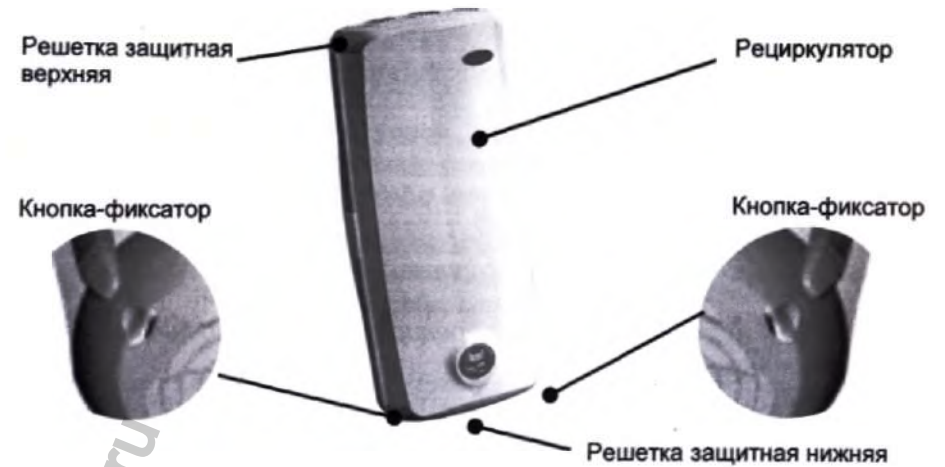
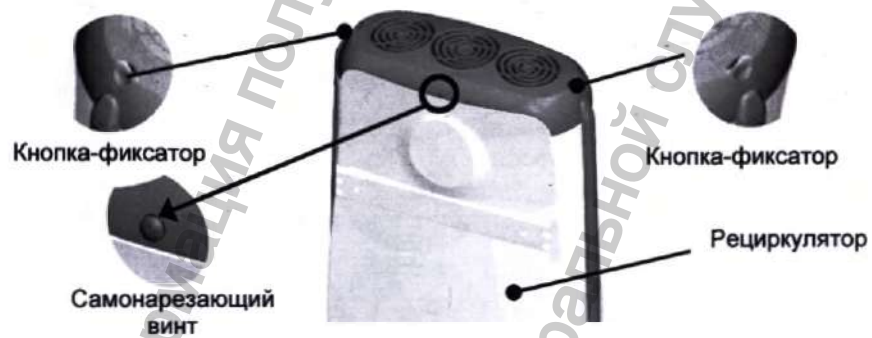

Рис.3
Рис. 5
- Снять нижнюю защитную решетку, одновременно нажав кнопки-фиксаторы (рис.3).
- Установить, нажатием до «щелчка», нижнюю защитную решетку на рециркулятор (рис.3).
- Снять нижнюю защитную решетку, одновременно нажав кнопки-фиксаторы (рис. 3).
- Установить нижнюю (с фильтром) (рис.3) и верхнюю (рис.5) защитные решетки нажатием до «щелчка», верхнюю защитную решетку зафиксировать самонарезающим винтом.